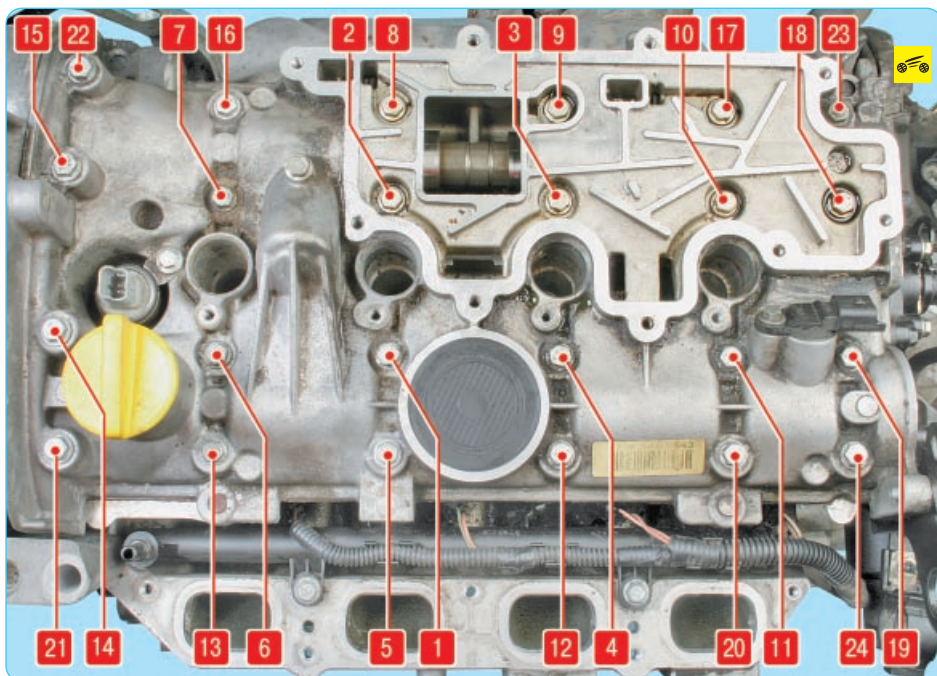

Рис. 5.7. Порядок затяжки болтов крепления крышки головки блока цилиндров
18. Затяните болты крепления крышки головки блока цилиндров в четыре этапа (последовательность затяжки показана на рис. 5.7):